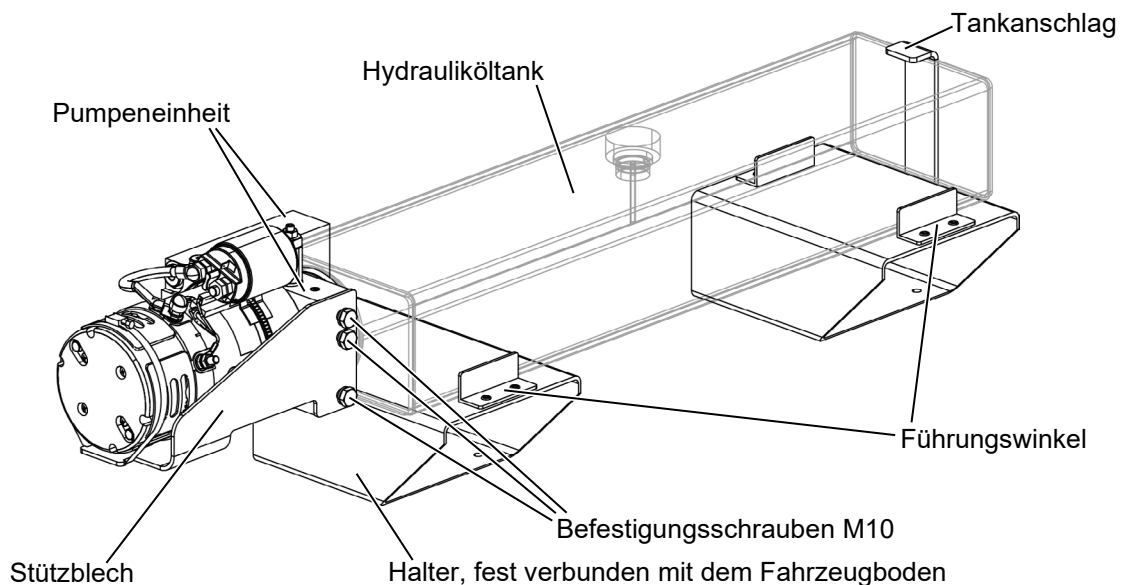

Abbildung 9: Hydraulikaggregat
- ▶ Fertigen Sie einen fahrzeugspezifischen Halter an, um das Hydraulikaggregat gesondert mit drei Befestigungsschrauben M10 am Fahrzeugboden zu montieren. Dafür sind an der Pumpeneinheit des Hydraulikaggregates drei Befestigungsgewinde M10 vorgesehen. Mit diesen Befestigungsgewinden wird auch das Stützblech des Motors befestigt (siehe Abbildung 9).
- ▶ Verbinden Sie im Stauraum des Doppelstockaufliegers den Hydrauliktank fest mit dem Fahrzeugboden. Verwenden Sie dazu die mitgelieferten Führungswinkel und den Tankanschlag (siehe Abbildung 9).